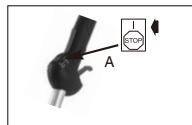

Fig. 10A
1. Flytt bryteren til "KJØR"-posisjon (Fig. 10A).